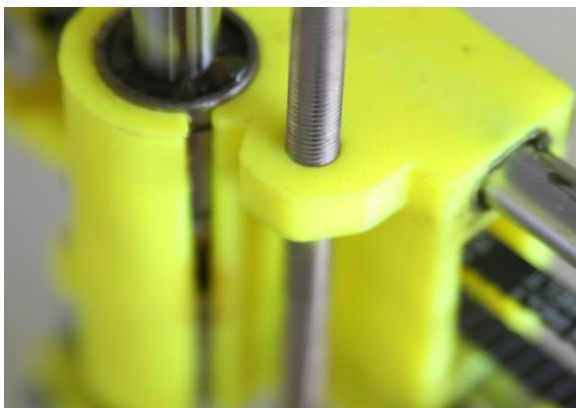

图 5-22 Z 轴移动螺母安装
4) 使用台虎钳把两个 Z 轴移动的螺母夹入螺母座里面，如图 5-22 所示。